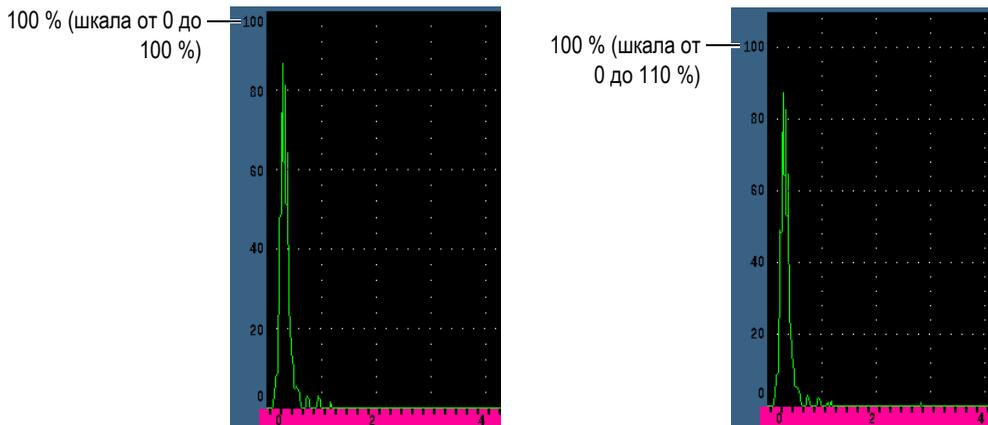

Рис. 6-5 Виды сетки по оси Y: 100 % (слева), 110 % (справа)
5. Выберите желаемую сетку по оси Y (см. Рис. 6-5 на стр 128).